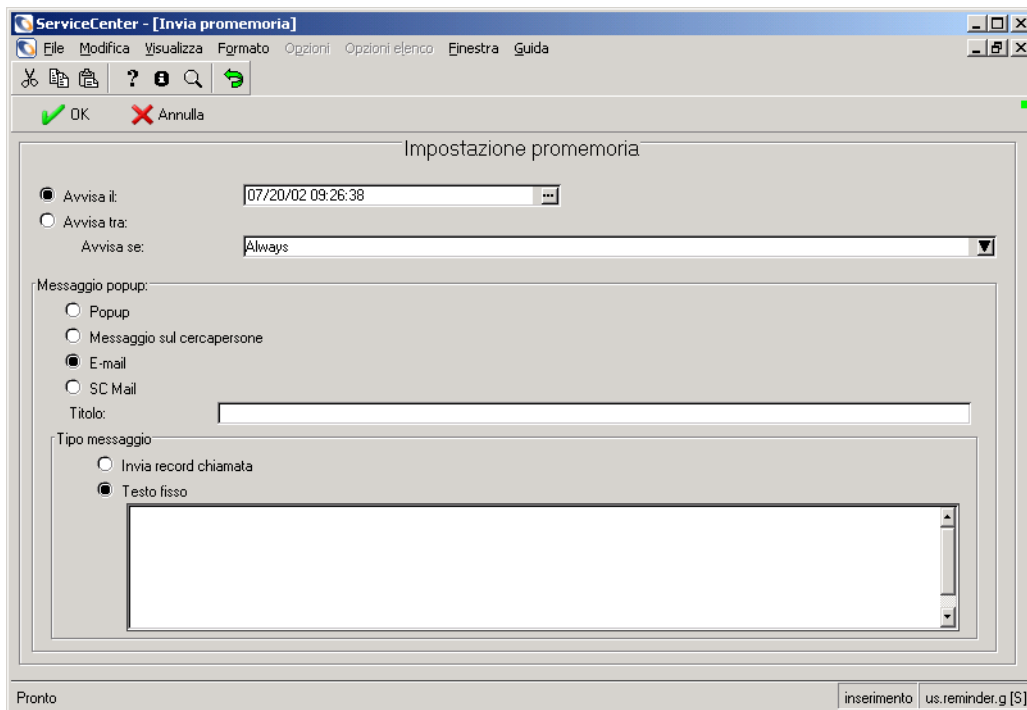

Figura 6-26: Modulo Impostazione promemoria con il campo Testo fisso visualizzato
- **Testo fisso.** Se si seleziona questa opzione, verrà visualizzata una casella di testo in cui si potrà immettere il testo da visualizzare nel messaggio di posta elettronica (Figura 6-26).